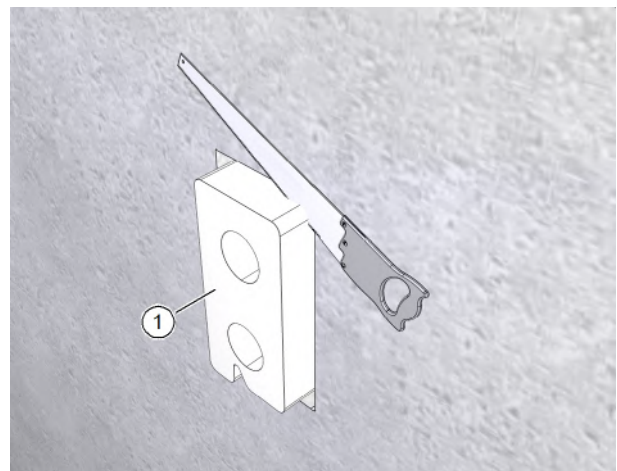
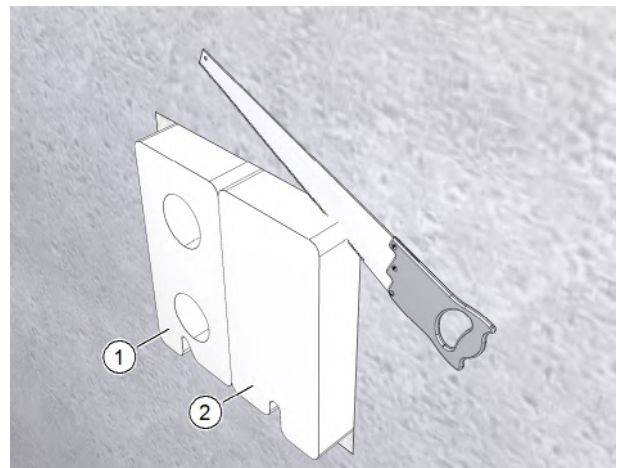

Abb. 23: Mauerkasten **ohne** Füllstück anpassen
Abb. 24: Mauerkasten **mit** Füllstück anpassen
- ▶ Kürzen Sie mit einer Styroporsäge den überstehenden Mauerkasten (Pos. 1 in Abb. 23 und Abb. 24) und ggf. das Füllstück (Pos. 2 in Abb. 24), so dass diese bündig mit der Massivwand oder der angebrachten Dämmung sind.